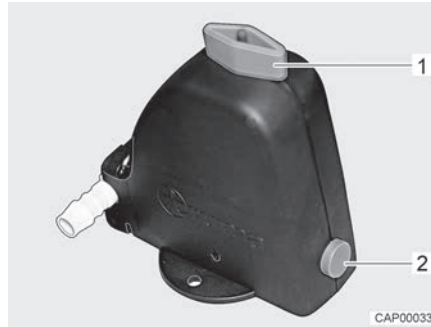
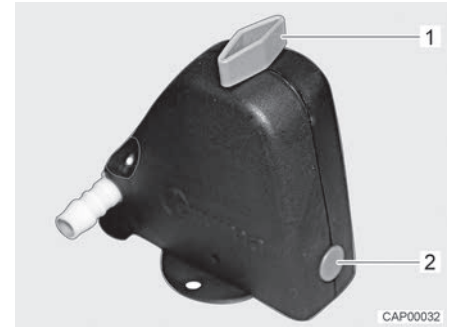

Fig. 190 Válvula de seguridad/purga abierta
Fig. 191 Válvula de seguridad/purga cerrada
- Cerrar la válvula de seguridad/purga. Para ello, girar el botón giratorio (Fig. 190,1) a la posición transversal en referencia a la válvula de seguridad/purga y hundir el botón (Fig. 190,2). La válvula de seguridad/purga cerrada se muestra en Fig. 191. A temperaturas inferiores a 6 °C, la válvula de seguridad/purga no se deja cerrar.